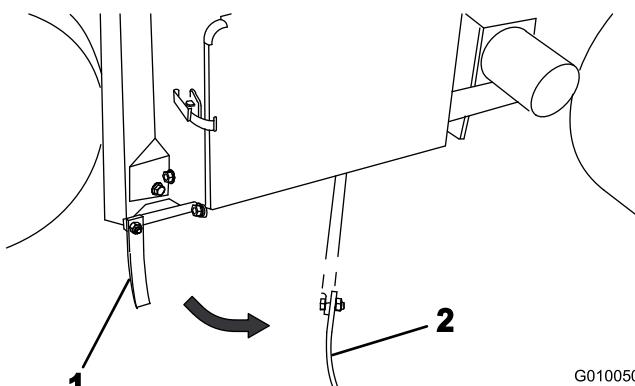

**Figure 34**
3. Arrimez solidement l'aérateur (Figure 32 à Figure 34) sur la remorque ou le camion à l'aide de sangles, chaînes, câbles ou cordes.